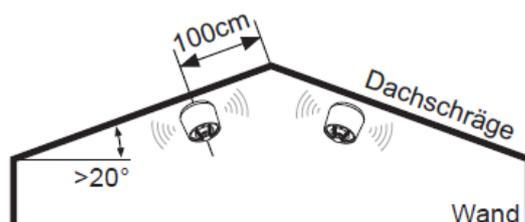

Abbildung 1: Befestigung des Hitzemelders an der Dachschräge
- *Keller- und Dachboden:* Beim Dachboden sollte ein Abstand zur Dachspitze von ca. 100 cm eingehalten werden (siehe Abbildung 1).